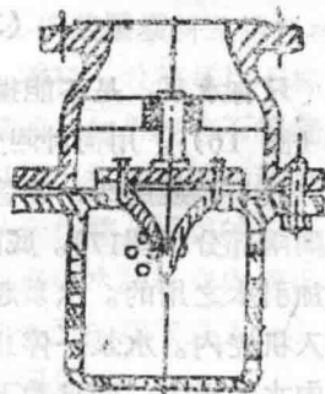

图 17
(1) 莲蓬头：莲蓬头又叫“水龙头”，它包括底阀及滤水网两部分(图17)。底阀又叫“活门”，它是为水泵起动以前加引水之用的。水泵起动后，底阀被吸开，水便通过滤水网进入机壳内。水泵一停止工作，底阀因本身铁板的重量和受到管内水的压力，而自动下落，使水留在管内，不致漏失，下次开动时就不用再加引水了。